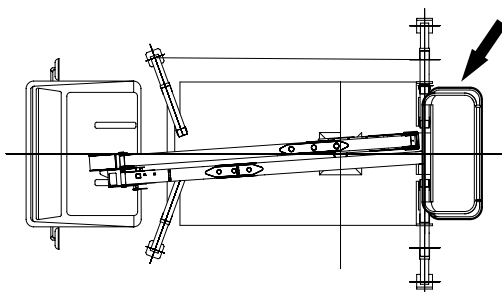

fig. 7.7.1
- **Controleer** of het werkplatform parallel staat aan het vlak van het voertuig (fig. 7.7.1) ter voorkoming dat het tegen de zuil kan stoten tijdens het stijgen.
- Het werkplatform moet parallel staan aan het vlak van het voertuig (zie fig. 7.7.1) ter voorkoming dat het, tijdens de handelingen om het in de ruststand te brengen, tegen de zuil botst.